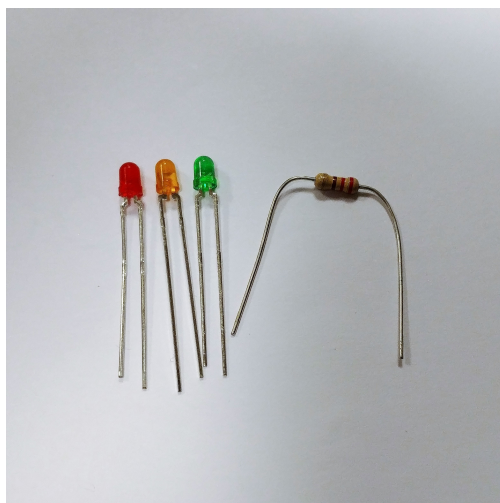

FIGURE 1 – 1 led rouge, 1 led orange, 1 led verte et ses résistances
*Pour cet exercice vous allez récupérer 3 LEDs (rouge, orange, verte), 1 résistance, et 1 breadboard, voir la Figure 1.*